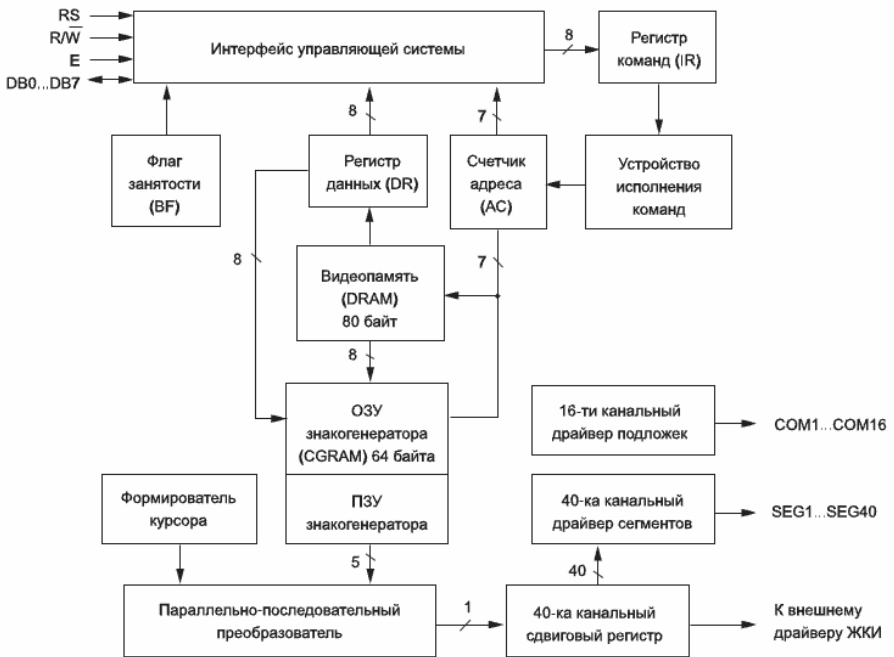

Рисунок 1 Спрощена структурна схема контролера HD44780
Спрощена структурна схема контролера HD44780 РКІ-модуля наведена на Рис. 1. Можна виділити основні елементи з якими доводиться взаємодіяти при програмному управлінні: реєстр даних (DR), реєстр команд (IR), відеопам'ять (DDRAM), ОЗП знакогенератора (CGRAM), лічильник адреси пам'яті (AC), прапор зайнятості контролера.